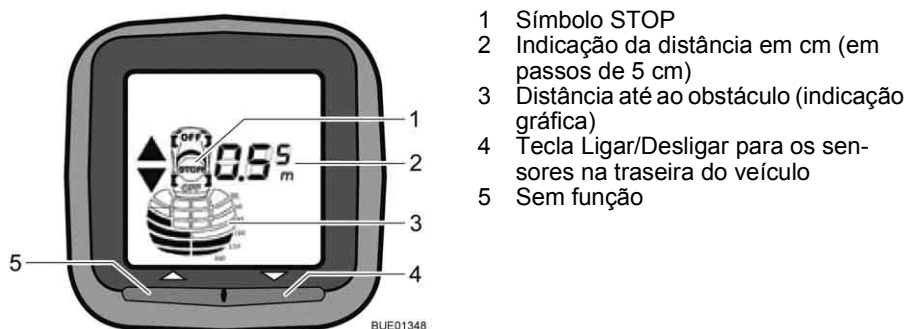

Fig. 15 Unidade indicadora Park Boy V
No habitáculo há uma unidade indicadora munida de um display (Fig. 15) que indica a distância até ao obstáculo. Simultaneamente, soa um sinal acústico de aviso.
- Premir a tecla Ligar/Desligar (Fig. 15,4). O display ilumina-se e nele aparece o símbolo indicador do veículo. O controlo de estacionamento à distância está pronto a fazer a medição.
- Premir a tecla Ligar/Desligar (Fig. 15,4). O controlo de estacionamento à distância pode ser desligado em qualquer altura, independentemente do método de ligação escolhido, premindo a tecla Ligar/Desligar.
O display (Fig. 15) mostra a distância em passos de 5 cm. Indicada é sempre a menor distância medida por um sensor.